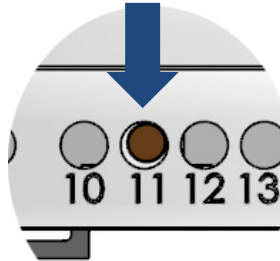

Abb. 9: Werkseinstellung laden
- ▶ Halten Sie mit einem spitzen Gegenstand die *WEL-Taste* gedrückt (8 s), bis die grüne LED erst langsam und dann schnell blinkt (Abb. 9).